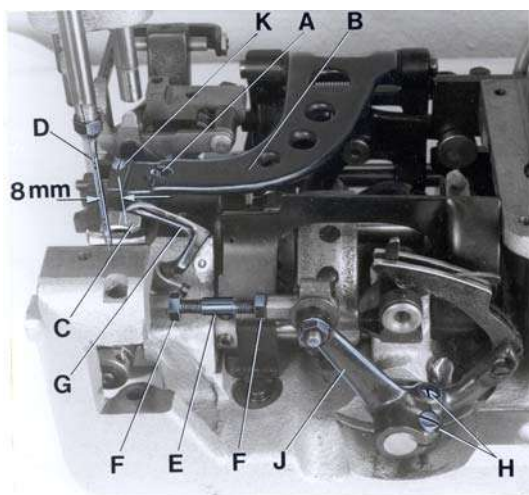
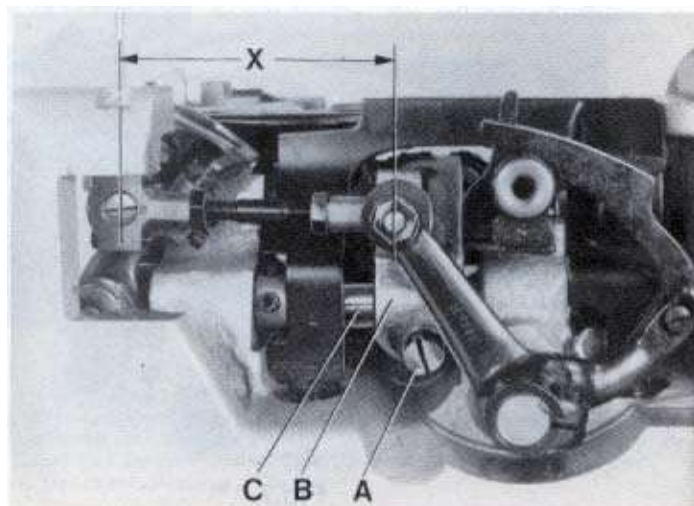
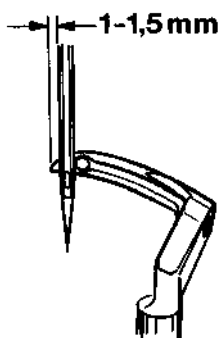
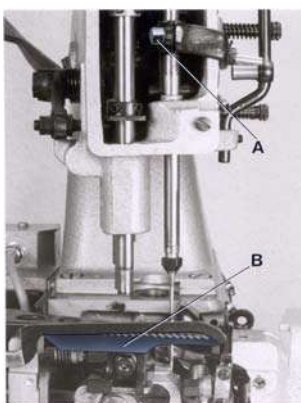

Fig. 3
Fig. 4
Fig. 5
Fig. 6
Remove the presser foot, throat plate and feed dog and on styles 80800TL, TAL, U, UA, UL and UAL also the needle guard for convenient access to the machine. On styles 80800R, RL, S and SL loosen the screw (A, Fig. 3) in the feed bar (B) and push the feed bar needle guard (C) to the rear to avoid its contacting the needle (D).
For the two thread double locked stitch styles 80800R, RL, TL, TAL, U, UA, UL and UAL, set the looper connecting rod (E) so the distance (X, Fig. 4) between the center lines of the two ball joints is 69.8 mm (2 3/4"). The dimension (X, Fig. 4) should be 68.3 mm (2 11/16") on the single thread chain stitch styles 80800S and SL. For adjustment loosen the two nuts (F, Fig. 3) and turn connecting rod (E) forward or backward as required to obtain specified dimension, retighten nuts (F).
Rotate the machine pulley in operating direction so that the looper moves from right to left. The looper point should pass as close as possible to the back of the needle without contacting 0.08 to 0.13 mm (.003 to .005") clearance. For adjustment loosen screws (A, Fig. 4) in the looper eccentric fork (B) and turn looper rocker shaft (C) on the looper rocker forward or backward as required. Retighten screw (A).
Zur bequemer Einstellung entfernen Sie Drückerfuß, Stichplatte und Transporteur und bei den Maschinen 80800TL, TAL, U, UA, UL und UAL auch den Nadelanschlag. Lösen Sie bei den Maschinen 80800R, RL, S und SL die Schraube (A, Fig. 3) im Transporteurtäger (B) und drücken Sie den Nadelanschlag nach hinten, damit er die Nadel (D) nicht berühren kann.
Bei den Zweifaden-Doppelkettenstichmaschinen Typen 80800R, RL, TL, TAL, U, UA, UL und UAL muß die Greiferverbindungsstange (E) so eingestellt sein, daß der Abstand (X, Fig. 4) von der Mitte zu Mitte Kugelgelenk 69,8 mm beträgt. Bei den Einfaden-Einfachkettenstichmaschinen Typen 80800S und SL beträgt der Abstand (X, Fig. 4) 68,3 mm. Zum Einstellen lösen Sie die beiden Muttern (F, Fig. 3) und drehen die Verbindungsstange (E) vor oder zurück bis der erforderliche Abstand erreicht ist. Ziehen Sie die Muttern (F) wieder an.
Drehen Sie die Riemenscheibe in Nährichtung so, daß sich der Greifer von rechts nach links bewegt. Die Greiferspitze soll so dicht wie möglich hinter der Nadel vorbeigehen, ohne diese zu berühren (0,08 bis 0,13 mm Abstand). Zur Einstellung lösen Sie die Schraube (A, Fig. 4) in der Greiferexzentergabel (B) und schwenken die Greiferhebelwelle (C) am Greiferhebel mit Greifer nach Bedarf vor oder zurück. Ziehen Sie die Schraube (A) wieder an.
Remove the face cover on machine arm. Rotate machine pulley in operating direction until the looper point, moving to the left, projects 1 to 1.5 mm (.040" to .060") left of the needle (see Fig. 5). Lower edge of looper and upper edge of needle eye must be flush in this position. If adjustment is necessary, loosen clamp screw (A, Fig. 6) in the needle bar connection and move the needle bar up or down, as required. Retighten screw (A) and remount face cover.
At highest point of feed dog travel, the feed dog (B, Fig. 6) should be set so, that the rear teeth project their full depth above the throat plate surface. For setting remove the feed dog and adjust the supporting screw (K, Fig. 3) on the top of the feed bar to the required height. Remount the feed dog, and on styles 80800TL, TAL, U, UA, UL and UAL also the needle guard.
The needle guard (C, Fig. 3) has to be set so, that it just contacts the needle at its most forward point of travel, without deflecting it. On styles 80800R, RL, S and SL loosen screw (A, Fig. 3) in the feed bar (B) and adjust the needle guard (C) accordingly. Retighten screw (A).
Entfernen Sie den Stirndeckel am Maschinenarm. Drehen Sie die Riemenscheibe in Nöhrichtung bis die sich nach links bewegend Greiferspitze 1 bis 1,5 mm links der Nadel steht (siehe Fig. 5). In dieser Stellung müssen Unterkante Greifer und Oberkante Nadelöhr bündig sein. Ist eine Einstellung notwendig, lösen Sie die Klemmschraube (A, Fig. 6) im Nadelstangenmitnehmer und schieben die Nadelstange (B), je nach Bedarf, nach oben oder unten. Ziehen Sie die Schraube (A) wieder an und montieren Sie den Stirndeckel.
Im höchsten Punkt der Transporteurbewegung sollen die hinteren Zähne des Transporteurs (B, Fig. 6) eine volle Zahnhöhe über die Stichplattenoberfläche hinausragen. Zur Einstellung entfernen Sie den Transporteur und stellen die Stützschraube (K, Fig. 3) oben im Transporteurträger auf die entsprechende Höhe. Montieren Sie den Transporteur wieder, bei den Maschinen 80800TL, TAL, U, UA, UL und UAL auch den Nadelanschlag.
Der Nadelanschlag (C, Fig. 3) muß so eingestellt sein, daß er in der vordersten Stellung seiner Bewegung gerade die Nadel berührt, aber nicht ablenkt.
Zur Einstellung lösen Sie bei den Maschinen 80800R, RL, S und SL die Schraube (A, Fig. 3) im Transporteurträger (B), und stellen den Nadelanschlag (C) entsprechend ein. Ziehen Sie die Schraube (A) wieder an.